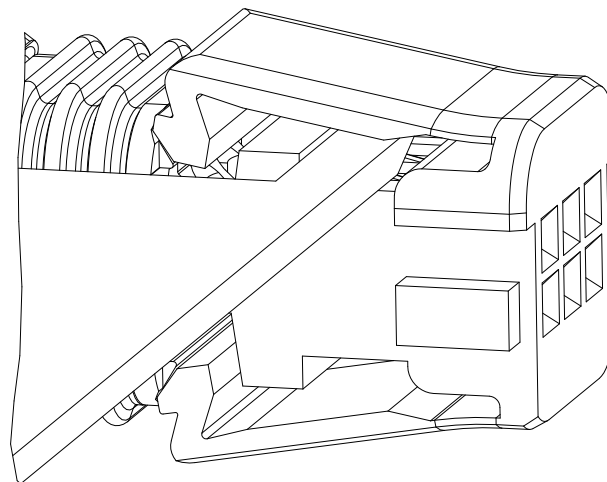
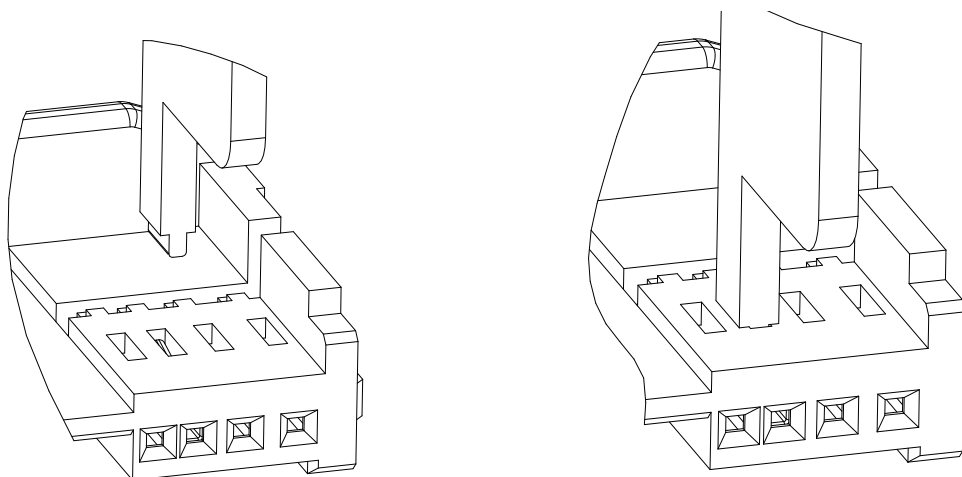

Fig.6
Fig.7
*PUSH DOWN THE LOCKING LANCE CAREFULLY WITH THE EXTRACTION-TOOL TE 1355968-1 AND PULL OUT THE CONTACT SIMULTANEOUSLY. DEPENDING ON THE HOUSING-FORM THIS IS DONE BY SIDEWISE INSERTION OF THE EXTRACTION-TOOL (BLADE MQS CleanBody) AS SHOWN IN FIG.6 OR FROM ABOVE (BLADE NanoMQS) AS SHOWN IN FIG.7. EVENTUALLY THE CONTACT MUST UNLOCKED A SECOND TIME AT THE SECONDARY LOCKING AND CAN THEN PULLED OUT COMPLETELY.*
Die Rastfeder des Kontaktes vorsichtig mit dem Entriegelungswerkzeug TE1355968-1 andrücken und den Kontakt gleichzeitig herausziehen. Je nach Gehäuseausführung erfolgt dies durch seitliches Einführen des Entriegelungswerkzeuges (Klinge MQS CleanBody) wie in Fig.6 dargestellt oder von oben (Klinge NanoMQS) wie in Fig.7 dargestellt. Gegebenenfalls muss der Kontakt ein zweites Mal an der 2.Kontaktsicherung entriegelt werden und kann dann vollständig aus der Kammer gezogen werden.